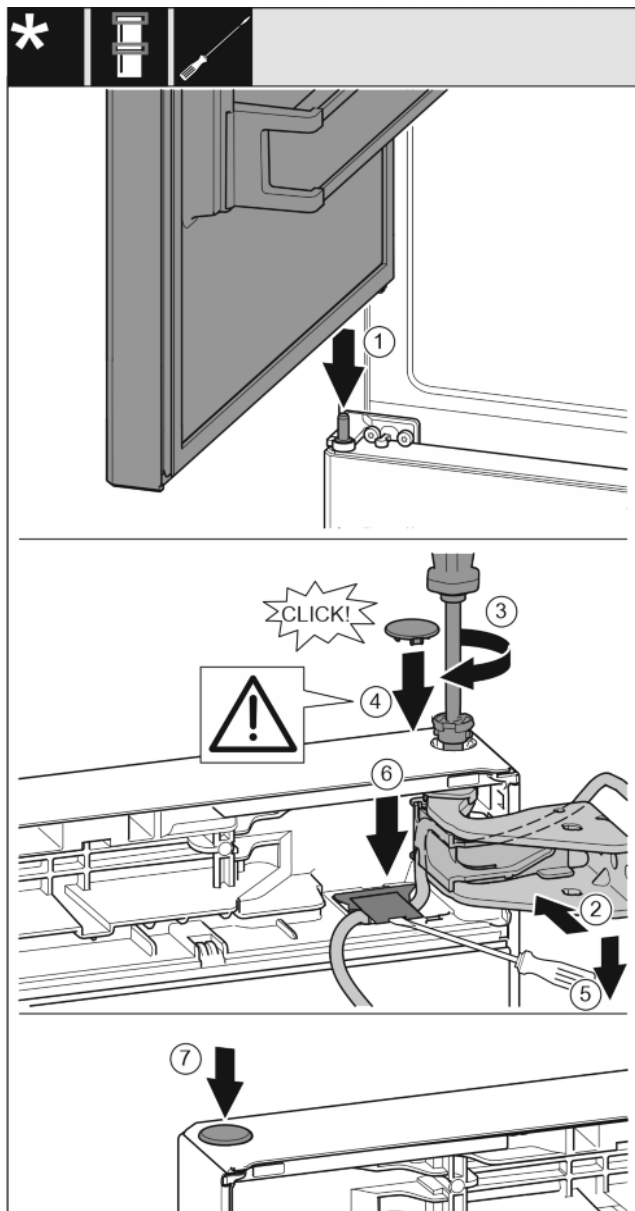

Fig. 33
- ▶ Stavite gornja vrata na srednji podložak ležaja Fig. 33 (1)
- ▶ Poravnajte gornja vrata prema otvoru u podlošku ležaja. Fig. 33 (2)
- ▶ Umetnite svornjak i zavijte odvijačem T15. Fig. 33 (3)
- ▶ Montirajte sigurnosni pokrov radi osiguranja vrata: Umetnite sigurnosni pokrov i provjerite naliježe li na vrata. U protivnom u potpunosti umetnite svornjake. Fig. 33 (4)
- ▶ Ravnim odvijačem podignite pokrov i potom ga izvucite. Nakon toga umetnite kabel ispod. Fig. 33 (5)
- ▶ Ponovo umetnite pokrov i pritisćite ga prema dolje dok se ne uglati. Fig. 33 (6)
- ▶ Umetnite čep. Fig. 33 (7)